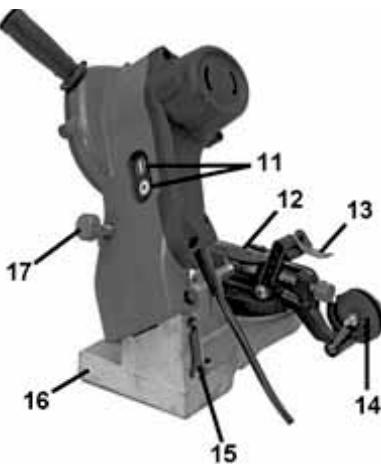

Рисунок 2
5.3.4 Установите необходимую глубину заточки при помощи ограничителя глубины (17, рисунок 2).